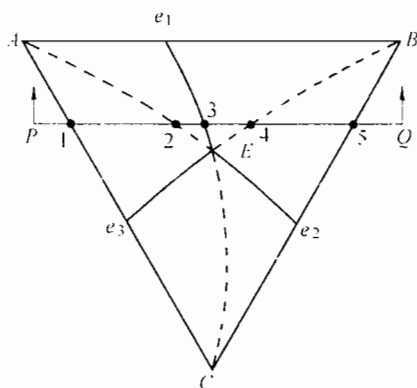

图 31-1 第六题第 2 小题图
2. 设有一由固态下完全不溶、且具有共晶转变的 A、B、C 三组元组成的三元相图如图 31-1 所示, 已知 $t_A > t_B > t_C > e_1, e_1 > e_2 > e_3 > t_E$, 试求: